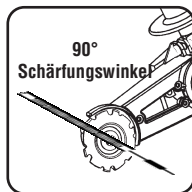

Abb.15
- 2.Verwenden Sie eine 4 mm Metallrundfeile (MIN.FG.002). Beim Schärfen des Werkzeug halten Sie die Feile gerade in einem Winkel von 90° zur Klinge (wie in Abb. 15 gezeigt)